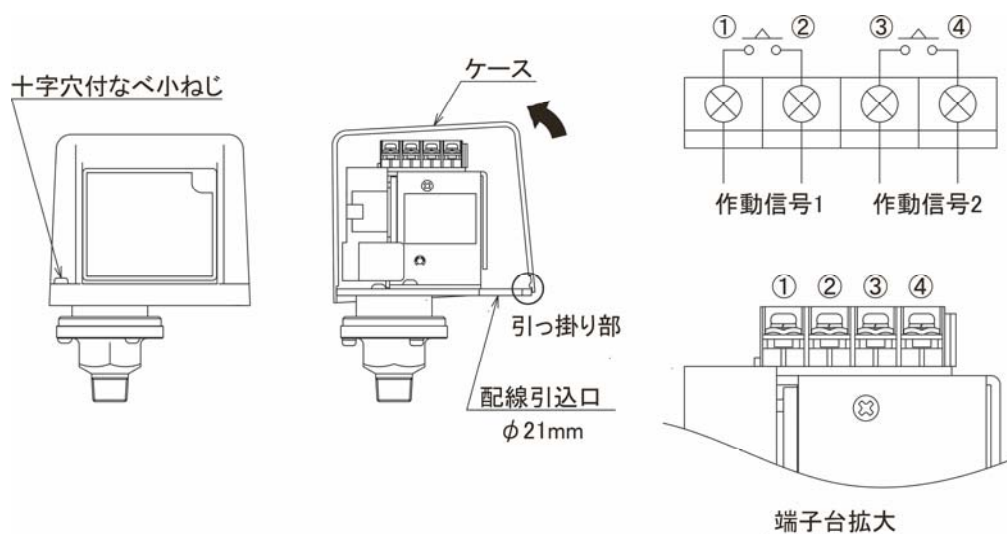

図8
仕様は下表のとおりです。この範囲内でご使用ください。2a接点仕様ですので、結線は下図8に示す端子番号①－②、または③－④に接続してください。端子台への配線引込口はφ21mmです。